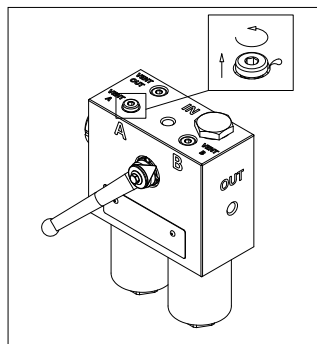

fig. 2
- (Fig. 2) Far fuoriuscire l'eventuale aria dall'impianto sul LATO NUOVO allentando il tappo di sfiato "Vent A" o "Vent B" di un giro al massimo, finché il fluido di lavoro non inizia a trafilare